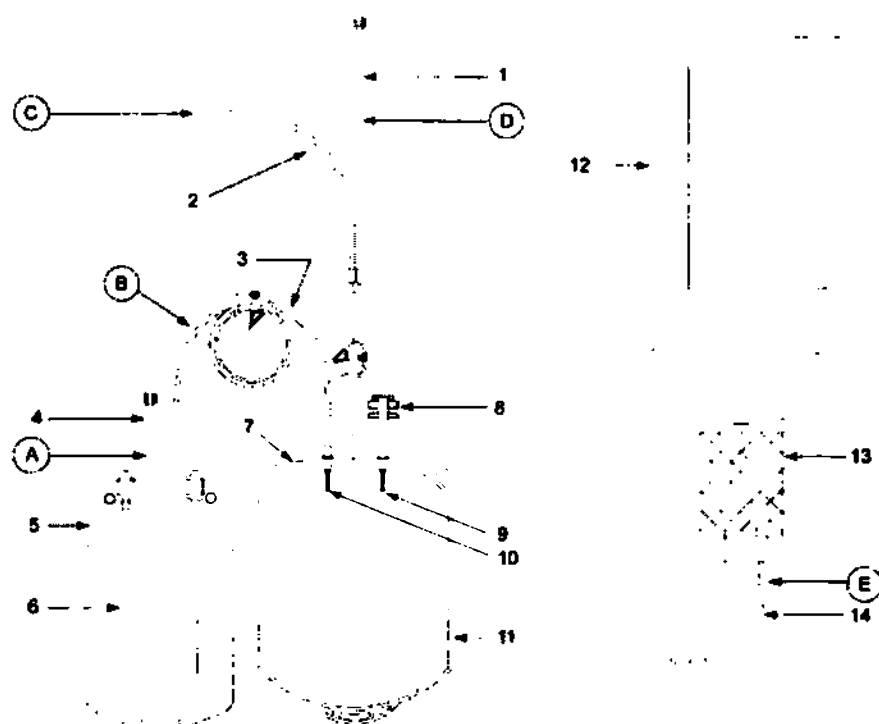

Figure 1 : Dispositif à usage unique pour sang total Mirasol
- Un sachet aluminium opaque contenant une poche de solution de riboflavine (500 µM de riboflavine dans du sérum physiologique normal) (voir la figure 1)
- Un kit d'illumination et de conservation contenant une poche d'illumination, une poche de conservation, la tubulure et les connecteurs sécables nécessaires (voir la figure 1)